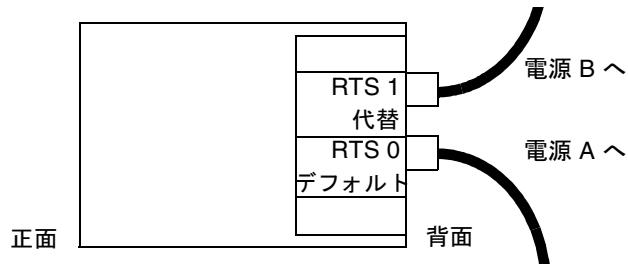

図 3-10 1つの RTU アセンブリおよび2つの独立した AC 電源での構成
- 1つの RTU アセンブリおよび2つの独立した AC 電源を使用する構成では、システムの背面に2本のケーブルを接続します(図3-10)。